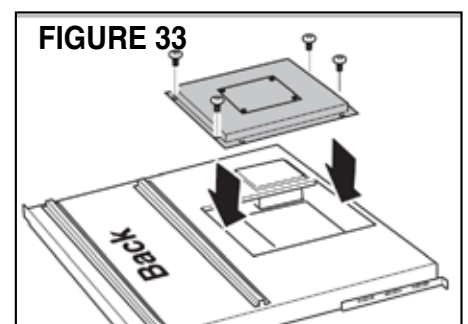

FIGURE 33
- La plaque de recouvrement est installée sur le boîtier sur le côté opposé de la plaque de raccordement (figure 33)